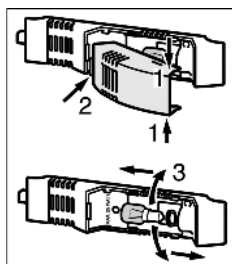

Fig. 29
- ▶ Afferrare il coprilampada sul lato superiore e inferiore Fig. 29 (1).
- ▶ Sbloccare il coprilampada sul retro e sganciarlo Fig. 29 (2).
- ▶ Sostituire la lampadina Fig. 29 (3).